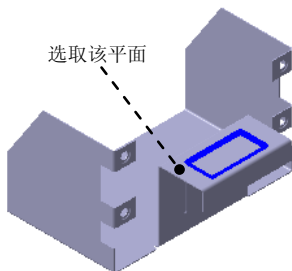
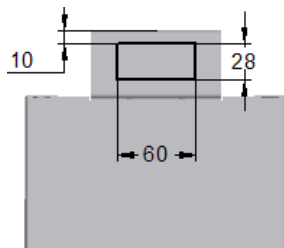

图 8.9.41 凹坑特征 5
图 8.9.42 截面草图
- (4) 单击 完成 按钮，完成特征的创建。
Step20. 创建图 8.9.41 所示的凹坑特征 5。
(1) 选择命令。单击“主页”功能选项卡“钣金”工具栏中的“凹坑”按钮.
(2) 绘制凹坑截面。选取图 8.9.41 所示的模型表面为草图平面，绘制图 8.9.42 所示的凹坑截面草图。